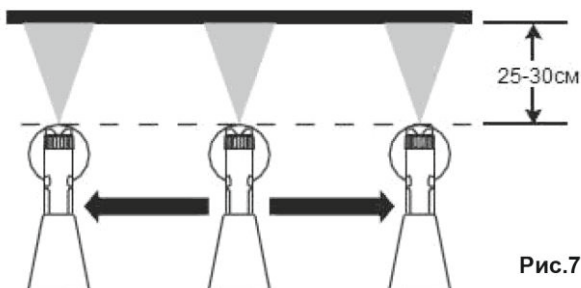

Рис.7
1. Всегда держите краскопульт параллельно горизонту и распыляйте перпендикулярно окрашиваемой поверхности с расстояния примерно 25-30 см. Выдерживайте равномерное расстояние до обрабатываемой поверхности (Рис.7). Двигайте краскопульт рукой, а не запястьем.